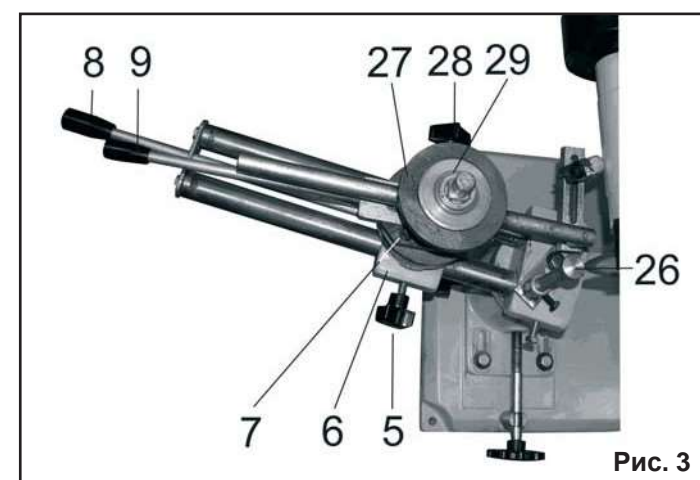

Рис. 3
9.1. Подготовка к работе (Рис. 3, 4, 5, 6, 7, 8, 9)